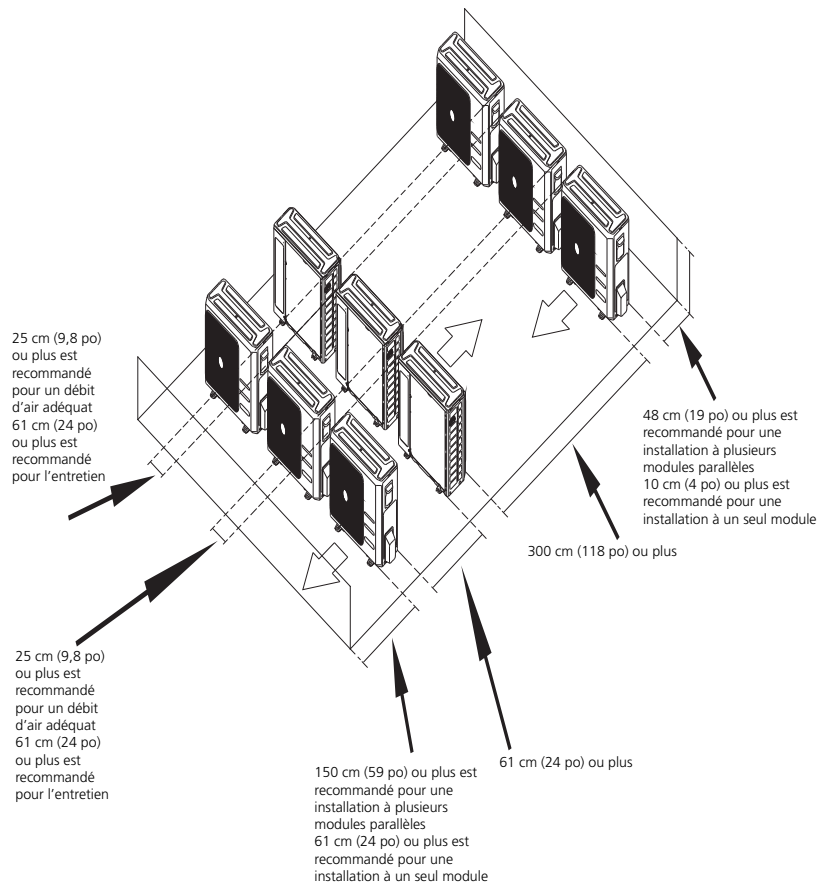

Fig. 6 – Dégagements des modules multiples
2. Coupez le tuyau à 90° (voir la figure 6) au moyen d'un coupe-tube.